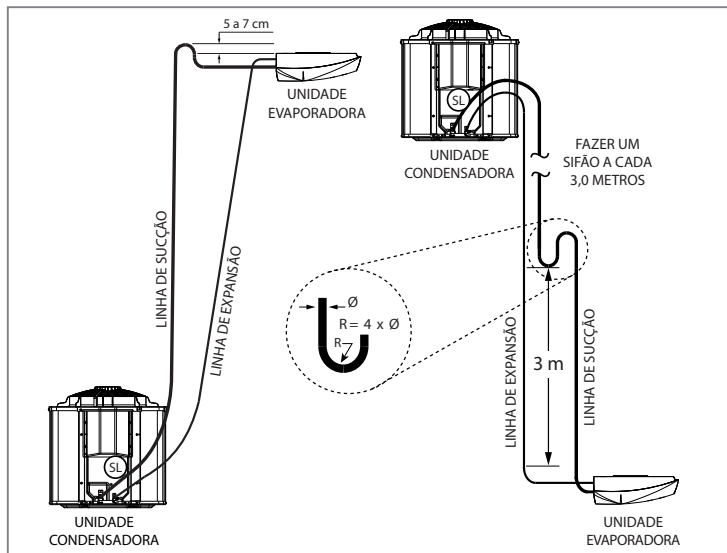

FIG. 17 - INSTALAÇÃO LINHAS DE INTERLIGAÇÃO
2. Elevar a linha de sucção acima da un. evaporadora antes de ir para a un. condensadora (entre 5 cm e 7 cm), quando a un. evaporadora estiver acima ou no mesmo nível da un. condensadora. Ver Fig. 17.
4. Fazer sifões nas subidas da linha de sucção, quando aplicado, a cada 3,0 m incluindo a base. Caso o desnível seja menor que 3 m faça apenas na base. Ver Fig. 17.
5. Inclinizar as linhas horizontais de sucção no sentido do fluxo. Ver Fig. 17.
7. Deve ser instalado um separador de líquido (isolado termicamente e da radiação - que poderá ficar fora da un. externa), na sucção junto a entrada da unid. condensadora, com capacidade volumétrica de retenção de líquido refrigerante (2.000 ml). Veja a posição conforme a indicação SL na Fig. 17 .